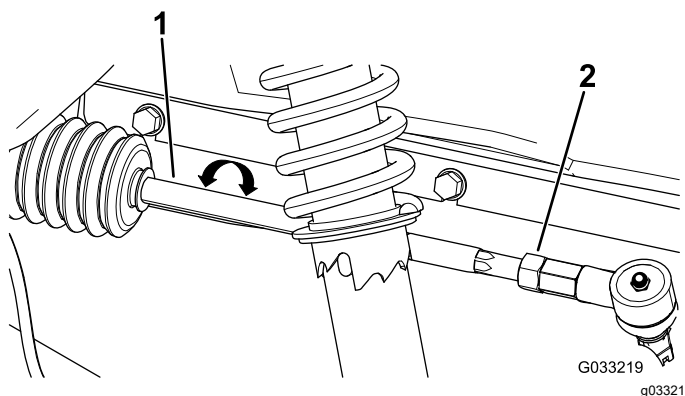

Figure 53
2. Si la mesure n'est pas comprise entre 0 et +/- 3 mm (0 et +/- 1/8 po), desserrez les écrous de blocage aux extrémités extérieures des biellettes (Figure 53).